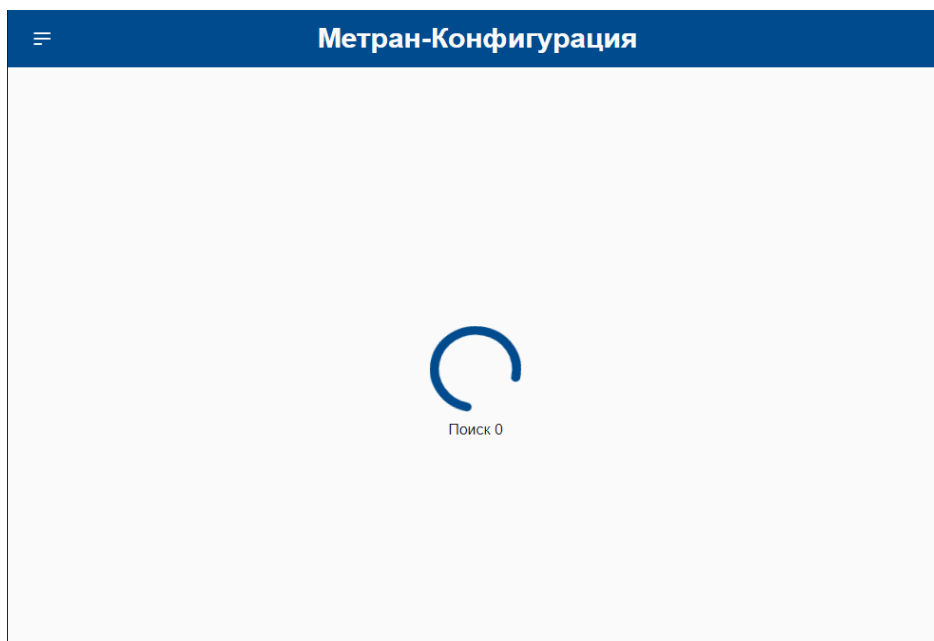

Рис. 31 Индикатор ожидания. Режим работы программы «Метран-Конфигурация»
- элемент управления «Индикатор ожидания» (рис. 31) (п. 3.9.14)